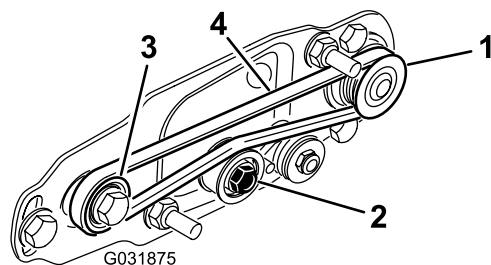

Figura 26
- A. Avvolgete la cinghia intorno alla puleggia motrice e successivamente intorno alla parte superiore della puleggia tendicinghia (Figura 26).
- B. Avviate la cinghia sulla puleggia condotta (Figura 26).